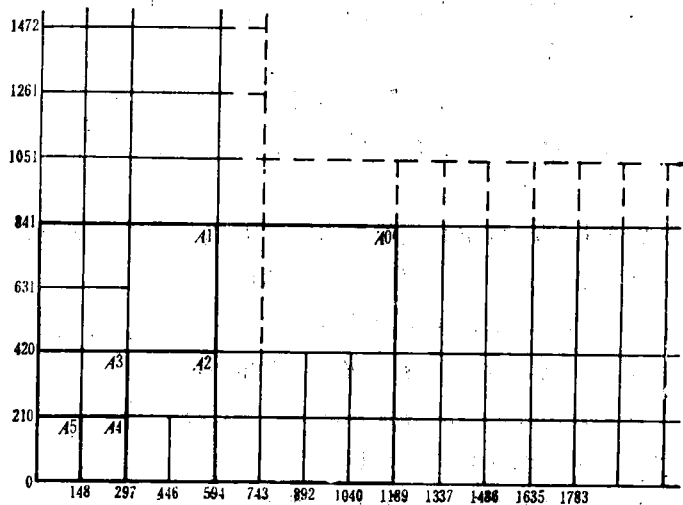

图 1—1
必要时可以沿长边加长。对于 A0、A2、A4 幅面的加长量应按 A0 幅面长边的八分之一 (148) 的倍数增加;对于 A1、A3 幅面的加长量应按 A0 幅面短边的四分之一 (210) 的倍数增加,如图 1—1 中的细实线部分。A0 及 A1 幅面也允许同时加长两边,如图 1—1 中的虚线部分,但其宽度尽量不要超过图 1—1 中虚线所示的范围,否则,将超过图纸的